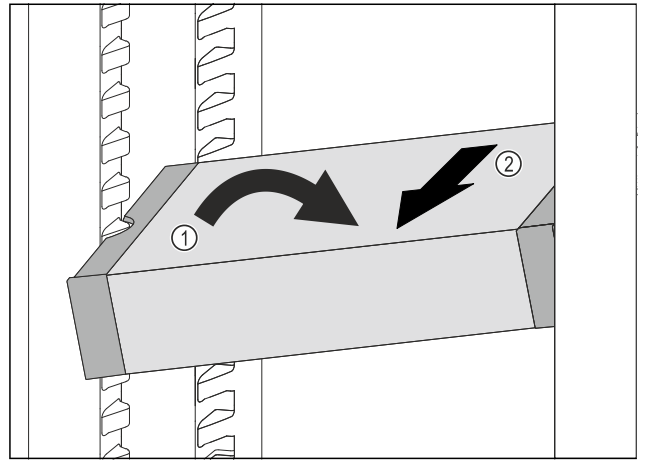

Fig. 91
- ▶ 在冷藏区中倾斜 VarioSafe。 Fig. 91 (1)
- ▶ 向前取出 VarioSafe。 Fig. 91 (2)